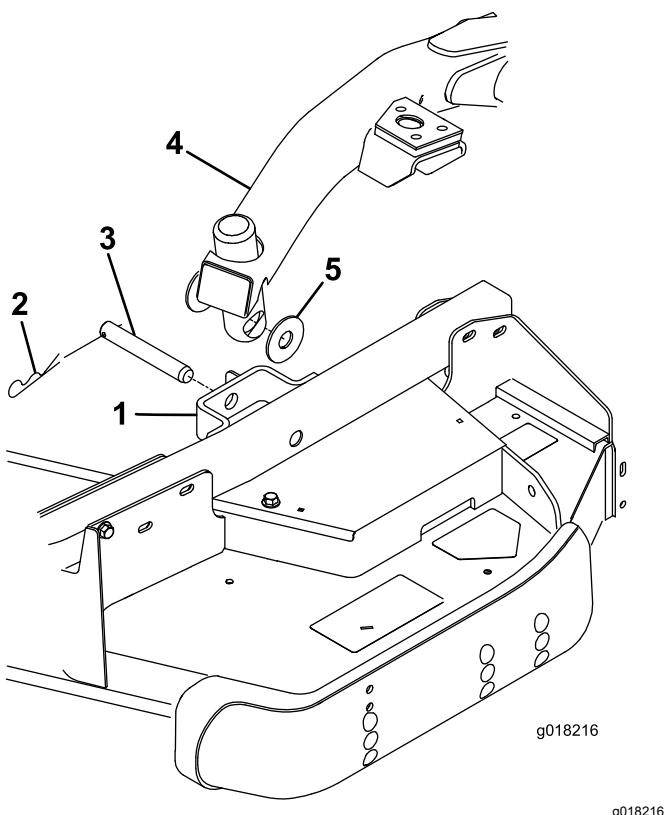

Figura 27
4. Premete l'interruttore di sollevamento in avanti, in posizione di FLOTTAZIONE. Spingete in basso un braccio di sollevamento fino a quando i fori nel braccio di sollevamento non sono allineati ai fori nella staffa del braccio della ruota orientabile e non potete inserire l'asta dell'altezza di taglio nei cuscinetti del braccio di sollevamento (Figura 27).
5. Fissate il braccio di sollevamento al braccio della ruota orientabile con 2 rondelle di spinta, un perno con testa e una coppiglia a forcina, posizionate le rondelle di spinta tra il braccio di sollevamento e la staffa del braccio della ruota orientabile (Figura 27) e inserite l'estremità della coppiglia nella scanalatura nell'aletta del braccio della ruota orientabile, per fissare la coppiglia.